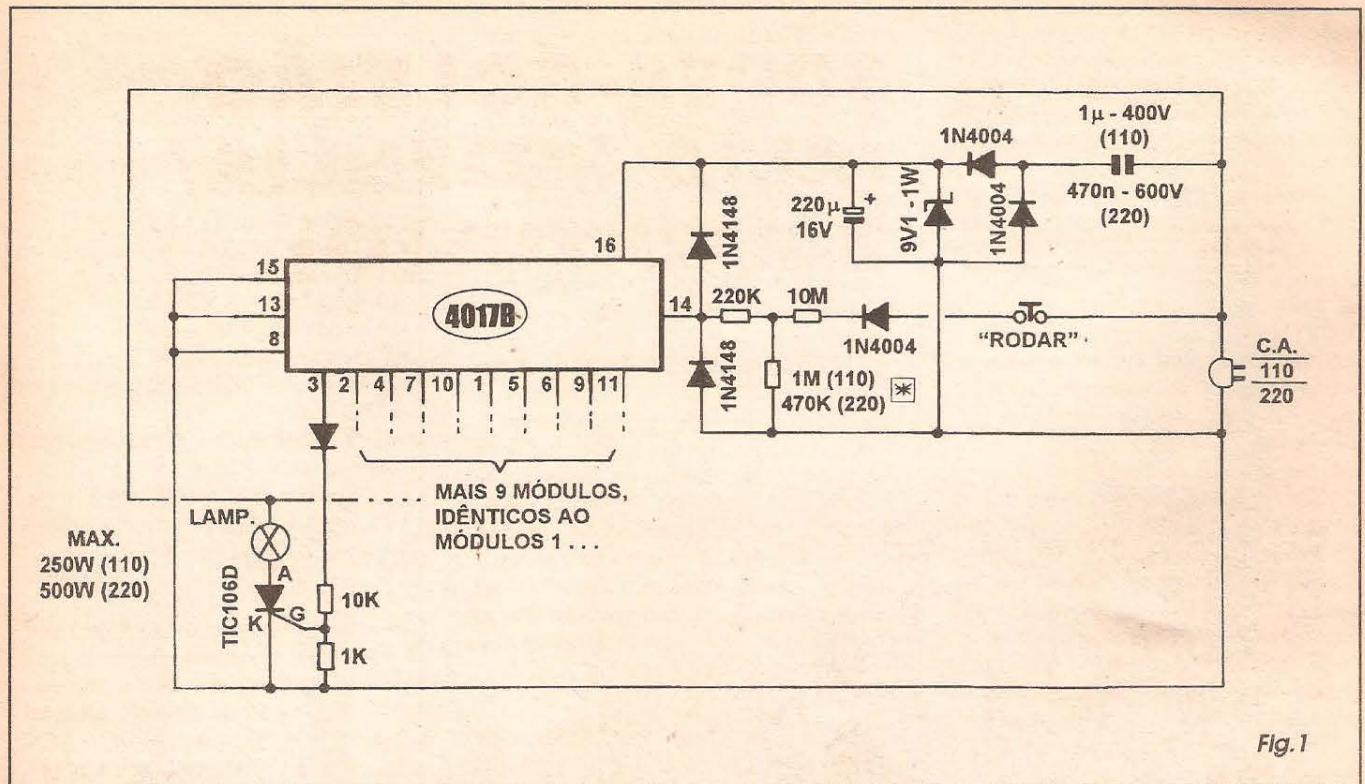

Fig. 1
- FIG. 1 - DIAGRAMA ESQUEMÁTICO DO CIRCUITO - Conforme já foi dito, no centro do circuito fica um conhecido, barato e versátil integrado C.MOS 4017, sequenciador digital de 10 saídas já várias vezes utilizado em montagens aqui publicadas... Tipicamente, para sua alimen-